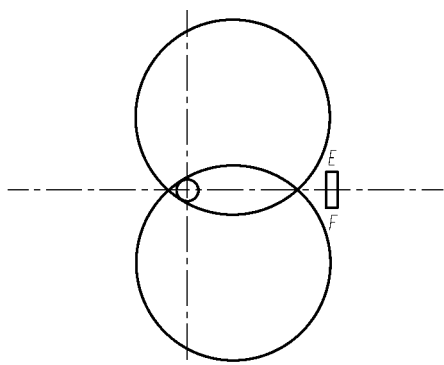

图 2-36 绘制矩形
(8) 选中两条水平辅助线按 Delete 键将其删除，然后单击“绘图”工具栏中的“矩形” 按钮，分别输入两个角点的坐标 $(74, -9.5)$ 和 $(@6, 19)$ ，绘制如图 2-36 所示矩形。